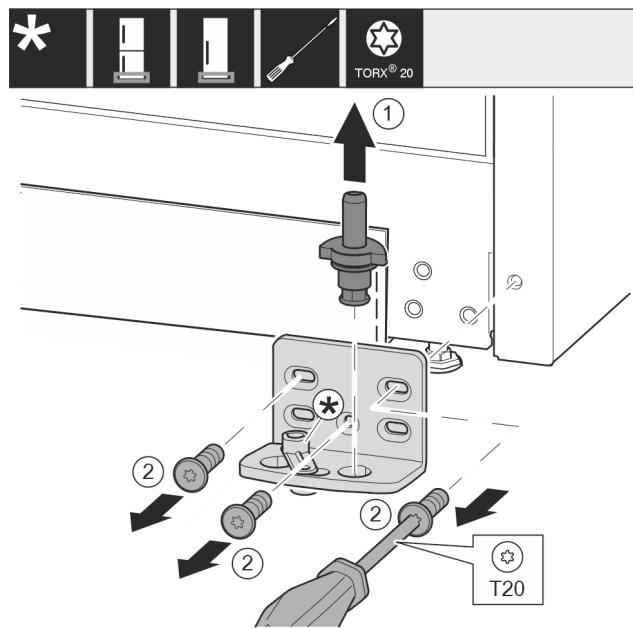

Fig. 22
- ▶ Ložiskový čap vytiahnite úplne nahor. Fig. 22 (1)
- ▶ Skrutky vyskrutkujte skrutkovačom T20 a odnímte ložiskovú konzolu. Fig. 22 (2)